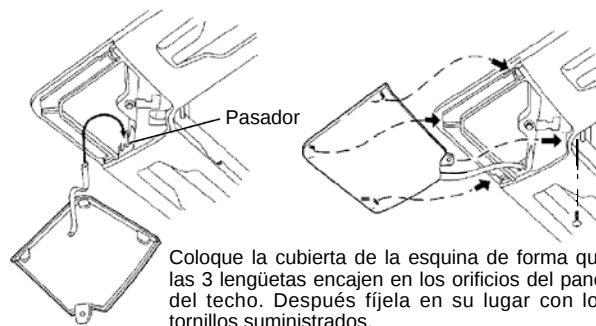

Fig. 9-13
- (1) Compruebe que el cordón de seguridad de la cubierta de la esquina esté atado al pasador del panel del techo. (Fig. 9-13)
- (2) Utilice los tornillos suministrados para fijar la cubierta de la esquina al panel del techo.